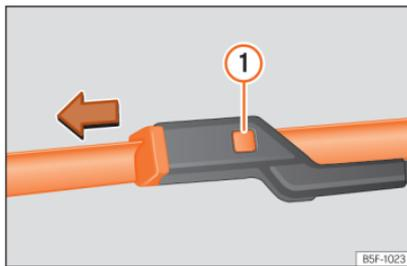

Fig. 41 Substituição das escovas limpa-vidros.
- Mantenha pressionado o botão de desbloqueio »» Fig. 41 ❶ puxando ligeiramente pela escova no sentido da seta.